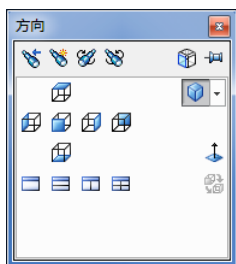
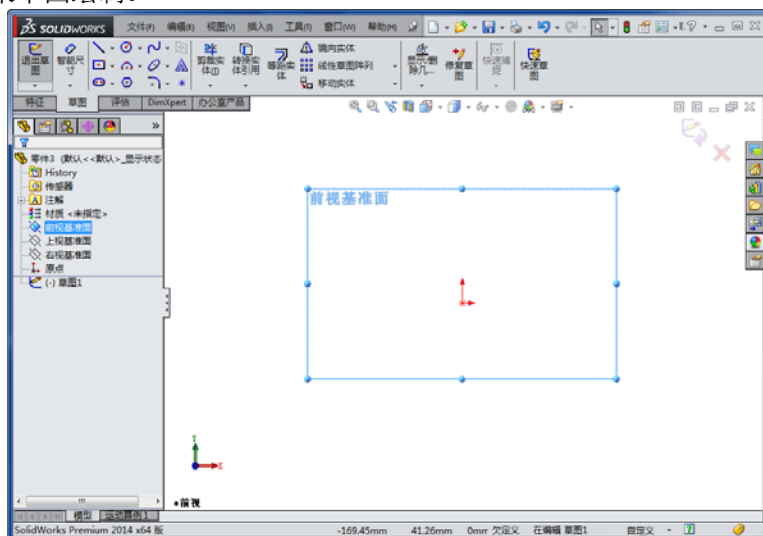

图 2-2 “方向”对话框
图 2-3 草图绘制模式
- (1) 在 FeatureManager 设计树上单击“上视基准面”或“右视基准面”。
- (2) 单击“标准视图”工具栏中的“正视图”按钮,或执行“视图”→“修改”→“视图定向”菜单命令,系统打开图 2-2 所示的“方向”对话框,双击“*前视”选项。
- (3) 单击“草图”工具栏中的“草图绘制”按钮,或执行“插入”→“草图绘制”菜单命令。
- (4) 进入草图绘制模式如图 2-3 所示。此时草图绘制工具栏中的草图绘制按钮被激活,也出现了图形窗口上的确认角落,同时状态栏中显示“正在编辑草图”。
- (5) 使用草图绘制工具栏中的草图绘制工具就可以编辑草图了。
- (6) 如果要退出草图绘制模式,单击确认角落上的“退出草图”图标,或者再次单